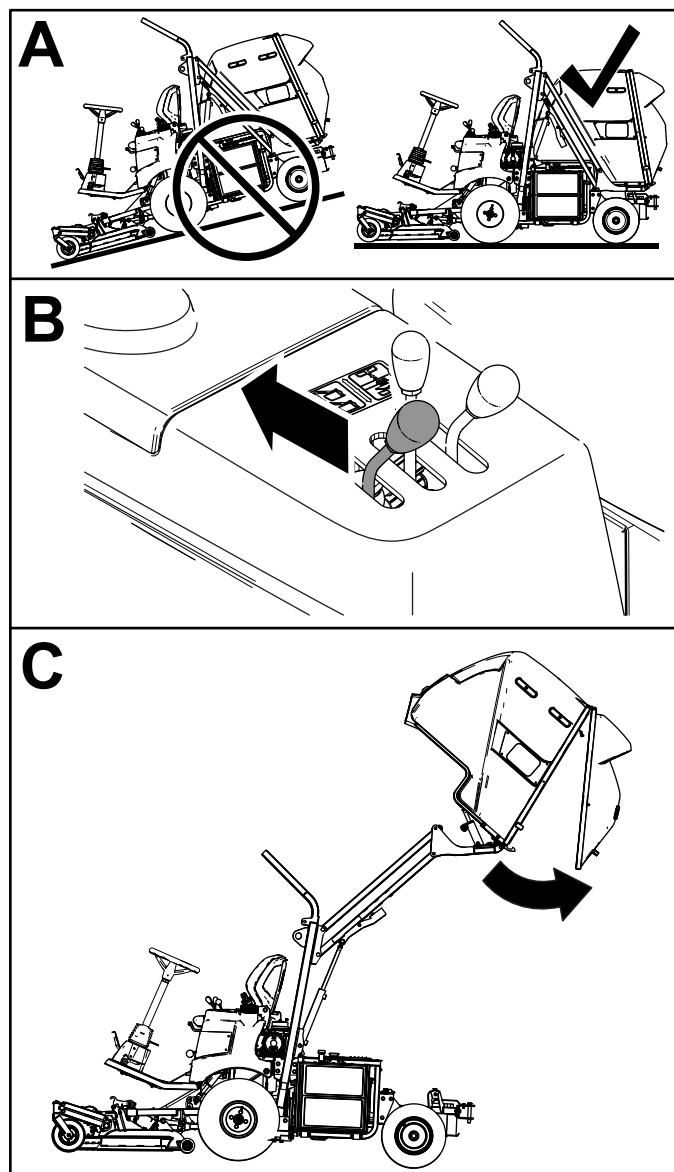

Figura 25
2. Mueva la palanca de volcado de la tolva hacia atrás para volcar los recortes de la tolva (**Figura 25**).